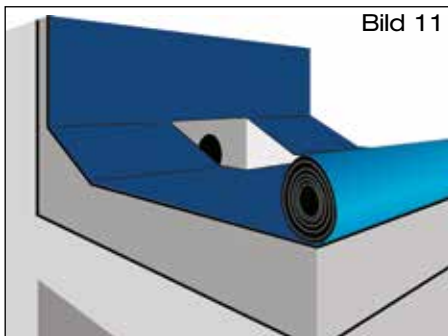

Bild 11
- 2.5 Zweite Lage der Dachdichtungsbahn über Ablauf ausrollen. Im Bereich des Attikaablaufes Aussparung mit Abmessungen entsprechend Außenkonturen der Sieböffnung vorsehen (Bild 11). Zweite Lage der Dachdichtungsbahn zurückrollen, Anschlussbahn und zweite Lage der Dachdichtungsbahn gemäß Verlegevorschriften des Dachdichtungsbahnherstellers verschweißen.